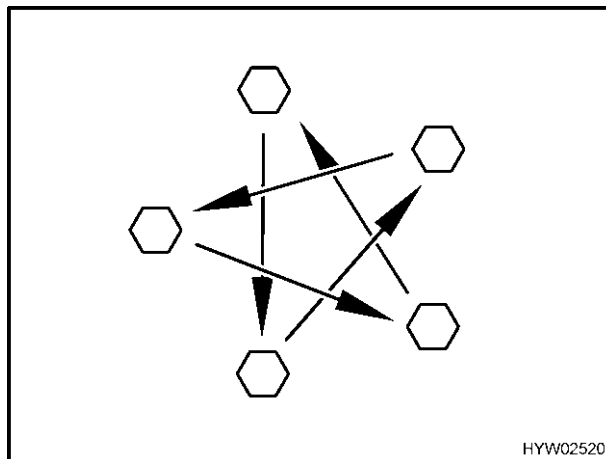

Fig. 127 Serrare a croce i bulloni delle ruote
- Controllare regolarmente il serraggio dei bulloni. Regolare a croce (Fig. 127) il serraggio dei bulloni di una ruota sostituita dopo circa 50 km. Per il valore della coppia di serraggio consultare il paragrafo Coppia di serraggio.
- ▷ Serrare a croce (Fig. 127) i bulloni delle ruote. Per il valore della coppia di serraggio consultare il paragrafo Coppia di serraggio.